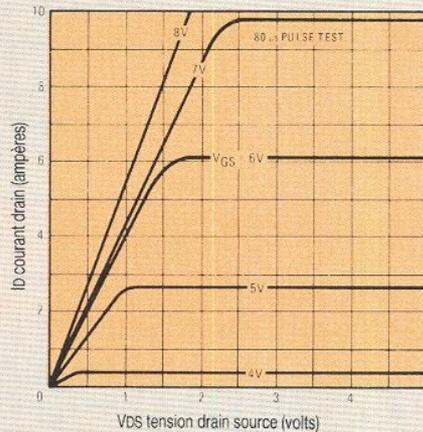

Figure 10 : Caractéristiques de saturation typiques de l'IRF Z 12.
La **figure 10** donne les courbes de saturation typiques de l'IRF Z 12 exprimant les relations entre Tension Drain-Source, Tension Gate-Source, et courant résultant Drain-Source dans les basses valeurs d'alimentation Drain.
- 0,3 Ω est la R_{DS} (ON) maximale à froid, elle augmente à haute température mais nous avons mesuré 0,25 Ω typiques sur nos applications infrarouges 4,5 A.
- La Gate de commande peut être assimilée à un simple condensateur C_{GS} de 420 pF au maximum pour l'IRF Z 12 ($V_{DS} = 25$ V ET $F = 1$ MHz). La tension de Gate est à faible seuil, avec l'avantage d'un fonctionnement « toutes logiques » comme l'indique la **figure 10** (de 0 à 5 V en V_{DS}).